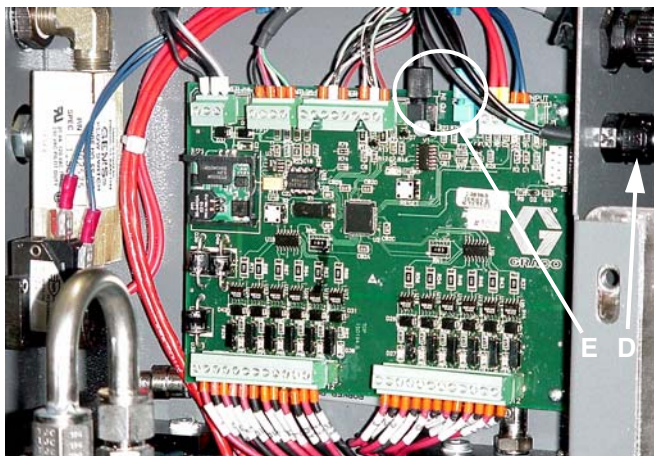

FIG. 16
- Collegare i connettori del cavo blu e nero (E) ai connettori corrispondenti sulla scheda di circuito elettrico. FIG. 16. Inserire i connettori del cavo fino in fondo (circa ¼" [6 mm]), quindi serrare il connettore filettato.
- Serrare il connettore del pressacavo (D). FIG. 16.